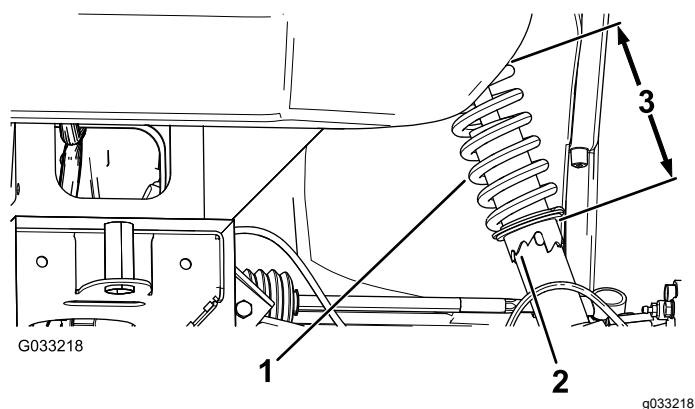

Figura 56
2. Se la campanatura della ruota non è regolata correttamente, usate la chiave fissa per ruotare il collare dell'ammortizzatore per allineare la ruota (Figura 56).